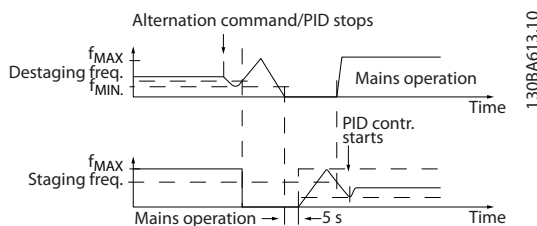

图 3.82 慢速配置
0.5 s* [par. 25-58 - 5 s]	<p>仅当在 参数 25-50 变频泵轮换 中选择了除 [0] 关以外的选项时, 该参数才有效。</p> <p>该参数用于设置停止旧变频泵和作为新恒速泵启动该泵之间的时间。有关图 3.82 切入和轮换操作的介绍, 请参考。</p>